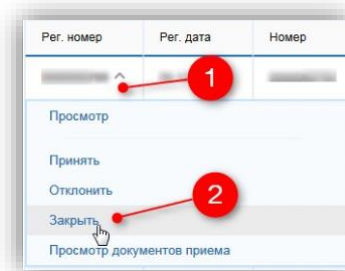

Рисунок 196 – Закреть
– Далее вы можете закрыть накладную с оставшимися в ней позициями. Для этого необходимо нажать на символ «v» в поле «Рег. номер» и выбрать в выпадающем списке пункт меню «Закреть» (рис. 196).